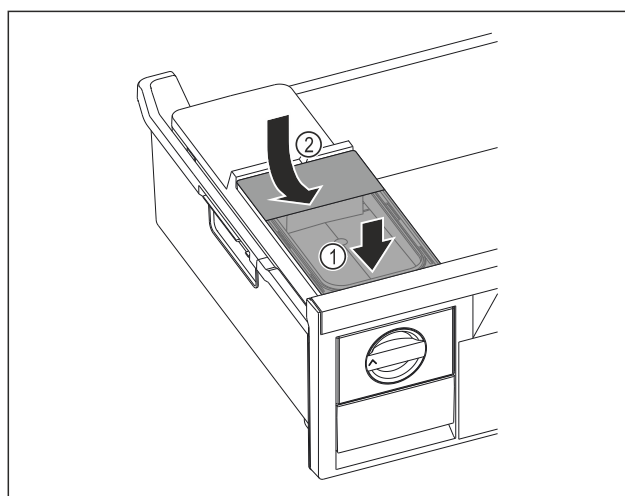

Fig. 124
- ▶ Zbiornik wody wsunąć od przodu Fig. 124 (1)
- ▶ Zbiornik wody opuścić z tyłu Fig. 124 (2)